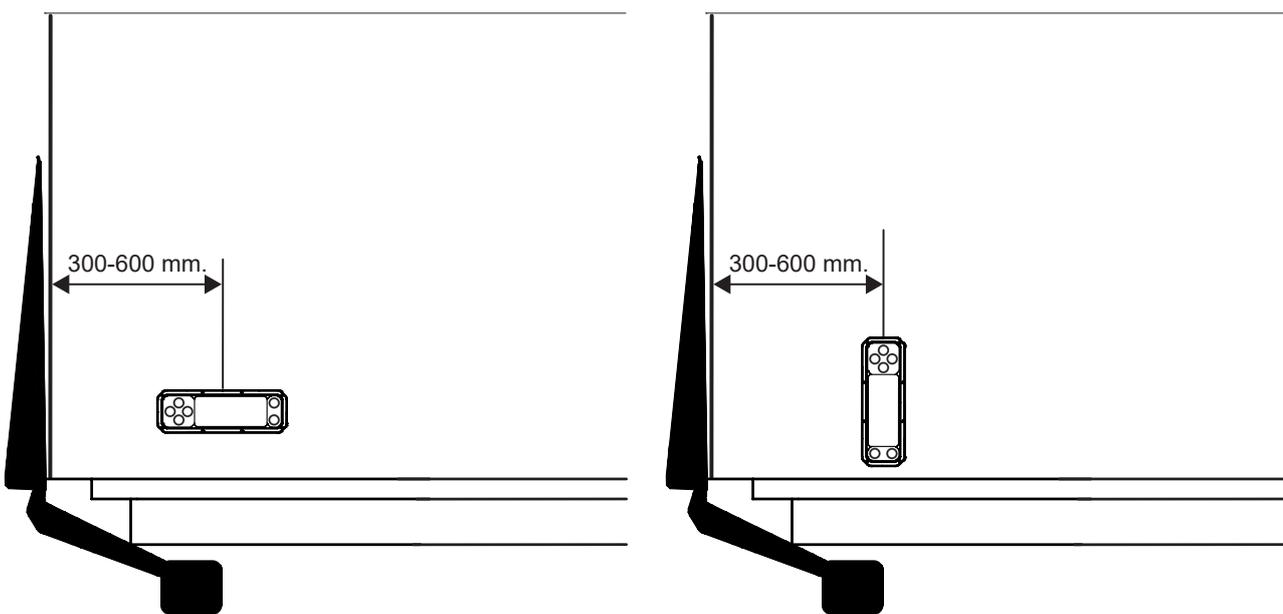

Abbildung 64. Montage der Bedieneinrichtung
5. Die Bedieneinrichtung anschließend am Schrank montieren. Siehe Abbildung 64